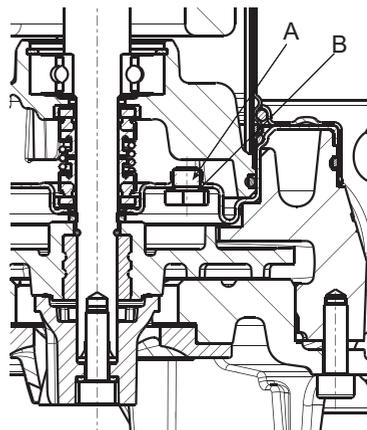

Рис. 12 Положение масляной пробки
- Ослабьте и снимите 4 винта (26) и поднимите основание насоса (84).
- Используйте плоскогубцы, чтобы удерживать режущую головку, ослабьте и снимите винт (188a) и стопорное кольцо (66) в конце вала.
- Снимите режущую головку (45).
- Снимите рабочее колесо (49) с вала. Не забудьте извлечь и забрать ключ (9a).
- Отвинтите и снимите масляную пробку (см. рис. 12).